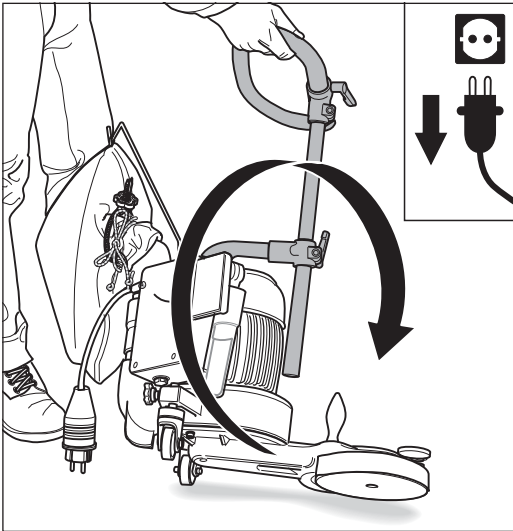

Abb. 49 Die UNICO auf die **linke** Seite kippen und vorsichtig auf dem Boden ablegen.
- 2 Greifen Sie an den Haltebügel, kippen Sie die Maschine auf die **linke** Seite (Abb. 49) und legen Sie sie vorsichtig auf dem Boden ab.